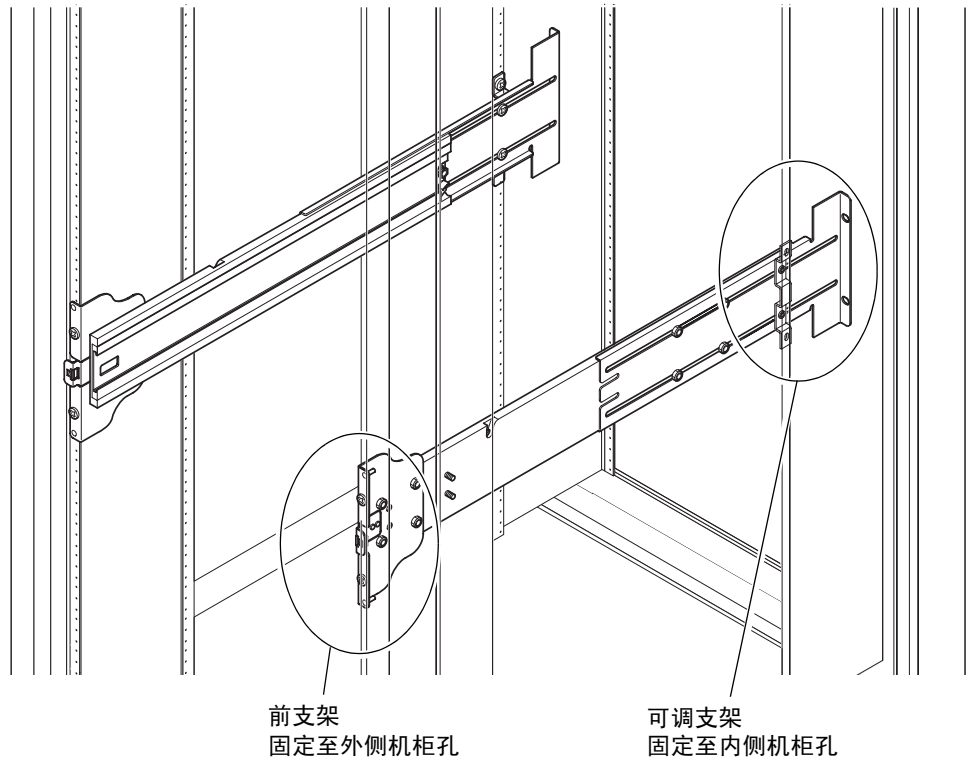

图 1-4 在 Sun Fire 机柜中安装导轨
1. 将前支架上的销钉插入机柜孔 22 和 33（图 1-4）。
1. 将前支架上的销钉插入机柜孔 58 和 69（图 1-4）。